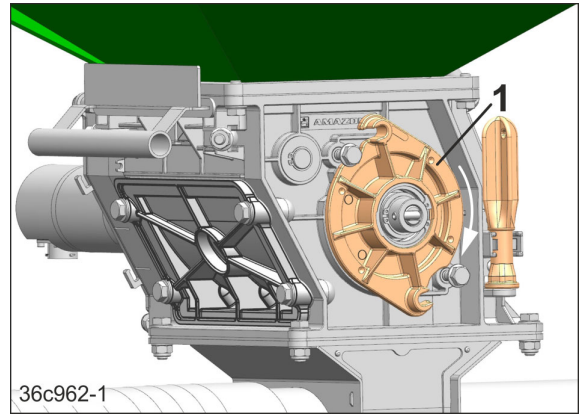

Fig. 145
3. Den Lagerdeckel (Fig. 145/1) verdrehen und abziehen.